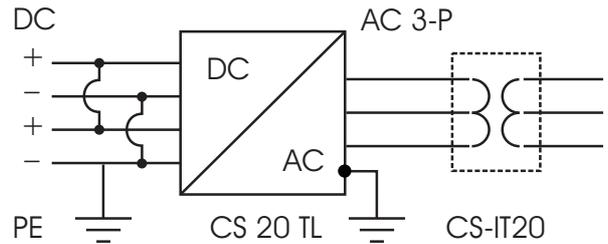

Figura 18: Cavo di terra del trasformatore di isolamento all'ingresso DC
È necessario dotare il CS20TL di un impianto di messa a terra, da realizzare sul lato AC (cfr. figura 18). Secondo le istruzioni di alcuni fornitori di pannelli fotovoltaici il cavo di terra va collegato all'ingresso DC positivo o negativo. In tal caso, seguire i passi seguenti:
- Collegare il cavo di terra (PE) all'ingresso DC positivo o negativo.
- Spegnerne il sistema di rilevamento dei guasti di isolamento. Per ulteriori informazioni al riguardo, consultare il manuale del CS-IT20. La figura 18 illustra lo schema di applicazione del trasformatore di isolamento nel proprio impianto fotovoltaico.
Il trasformatore CS-IT20 è dotato di un relè MasterBus che ne controlla la commutazione. A tal fine, si utilizza la rete A (cfr. figura 18 e capitolo 5).